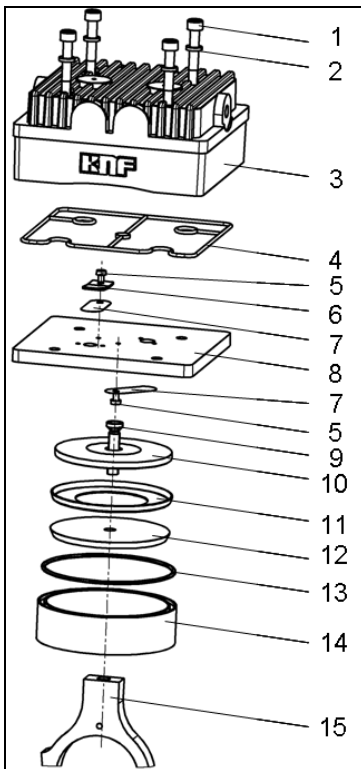

Abb. 6: NPK 050:
** Nach Abb. 6
2. Die Position von Rippendeckel (Abb. 6/3), Zwischenplatte (8) und Pumpengehuse zueinander durch einen durchgehenden Filzstiftstrich markieren, um eine korrekte Montage sicherzustellen.
*nach Abb. 6